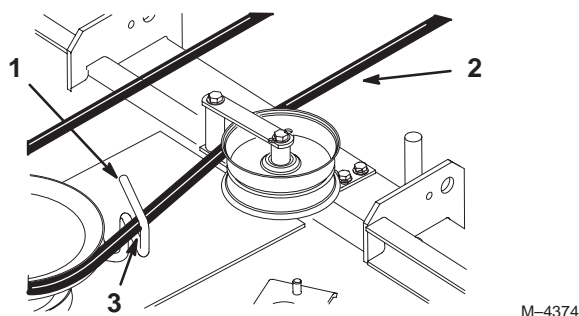

Figure 66
11. Pivotez le guide-courroie à l'arrière de la tondeuse pour l'éloigner de 3–7 mm (1/8–1/4") du côté vertical de la courroie de PdF (Fig. 66).